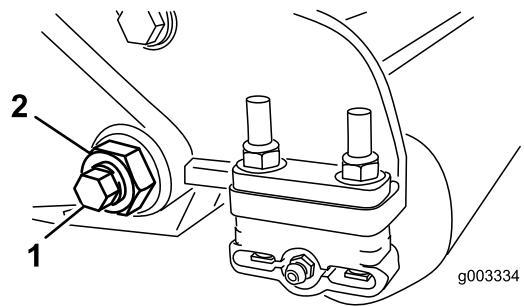
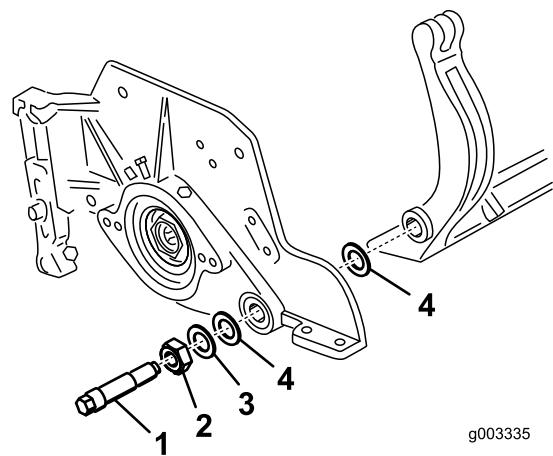
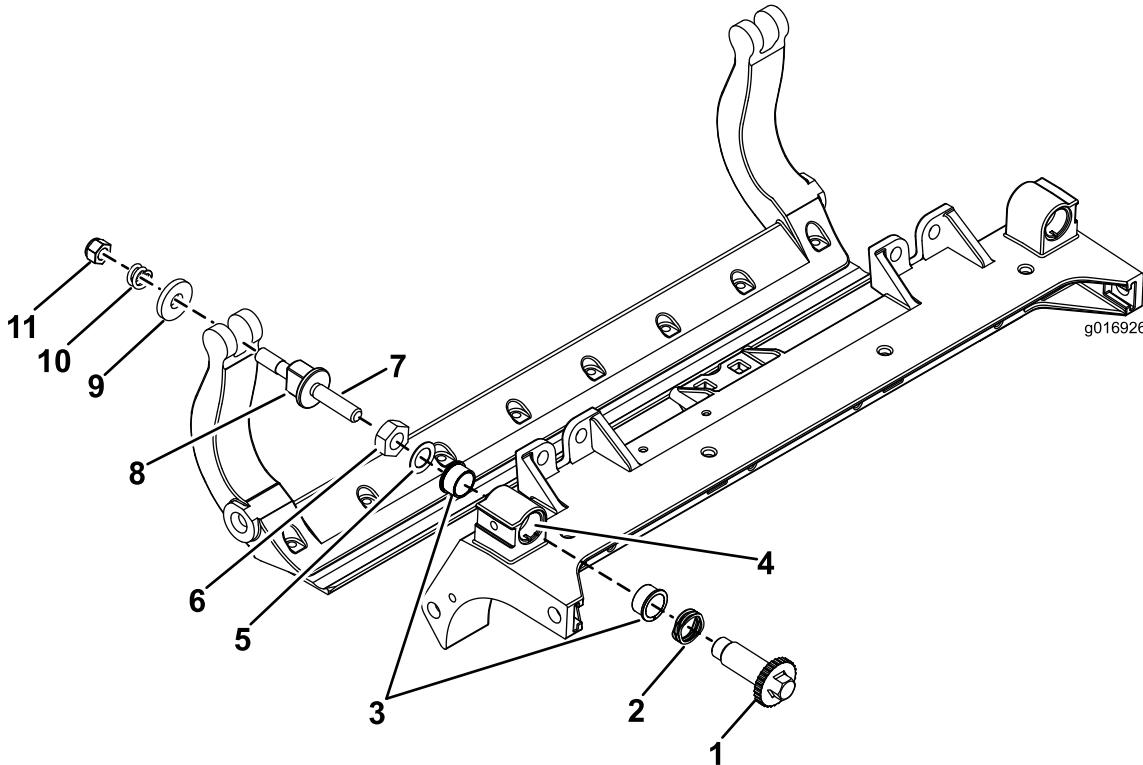

Рисунок 30
Рисунок 31
Рисунок 33
- С каждой стороны машины ослабьте контргайку, крепящую болт планки неподвижного ножа (Рисунок 30).
| 4. Удалите болты планки неподвижного ножа, потяните планку неподвижного ножа вниз и отсоедините ее от машинного болта (Рисунок 30). Учтите, что с каждой стороны планки расположены 2 нейлоновых и 1 притампованные стальные шайбы (Рисунок 31). | |
- Прикрепите планку неподвижного ножа к боковым пластинам с помощью болтов планки неподвижного ножа (гаек на болтах) и 6 шайб. Нейлоновые шайбы должны располагаться с каждой стороны выступа боковой пластины. На нейлоновые шайбы установите стальные шайбы (Рисунок 31). Затяните болты планки неподвижного ножа с моментом 240–320 Н·м.
проводились вручную, пока не будет устранен осевой люфт планки неподвижного ножа (Рисунок 31).
- Снимите все детали (см. *Инструкции по установке* для HD комплекта DPA, модель № 120-7230, и Рисунок 33).
- Нанесите смазку Never Seize на внутреннюю поверхность втулки на центральной раме режущего блока (Рисунок 33).
- Совместите шпонки фланцевых втулок с прорезями в раме и установите втулки (Рисунок 33).
- Установите волнистую шайбу на шпиндель регулятора и вставьте шпиндель регулятора во фланцевые втулки, установленные в раме режущего блока (Рисунок 33).
- Закрепите шпиндель регулятора с помощью плоской шайбы и контргайки (Рисунок 33). Затяните контргайку с моментом 20–27 Н•м.
- Прикрепите планку неподвижного ножа к боковым пластинам с помощью болтов планки неподвижного ножа (гаек на болтах) и 6 шайб. Нейлоновые шайбы должны располагаться с каждой стороны выступа боковой пластины. На нейлоновые шайбы установите стальные шайбы (Рисунок 33). Затяните болты планки с моментом 27–36 Н•м. Затяните контргайки вручную так, чтобы наружные стальные шайбы перестали вращаться и осевой люфт был устранен, но не перетягивайте и не деформируйте боковые пластины. Шайбы с внутренней стороны могут иметь зазор (Рисунок 31).